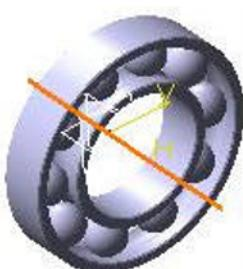

Fig.18. Selectarea axei rulmentului 2
- Se selecteaza, de pe ecranul de lucru, axa dorita (în cazul de fata axa rulment.2, fig.18);